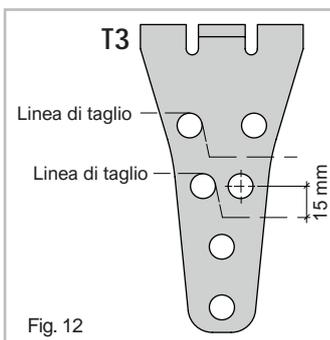

Fig. 12
- Per accorciare correttamente la staffa eseguire il taglio a 15 mm dal centro del foro, come indicato in Fig. 12.